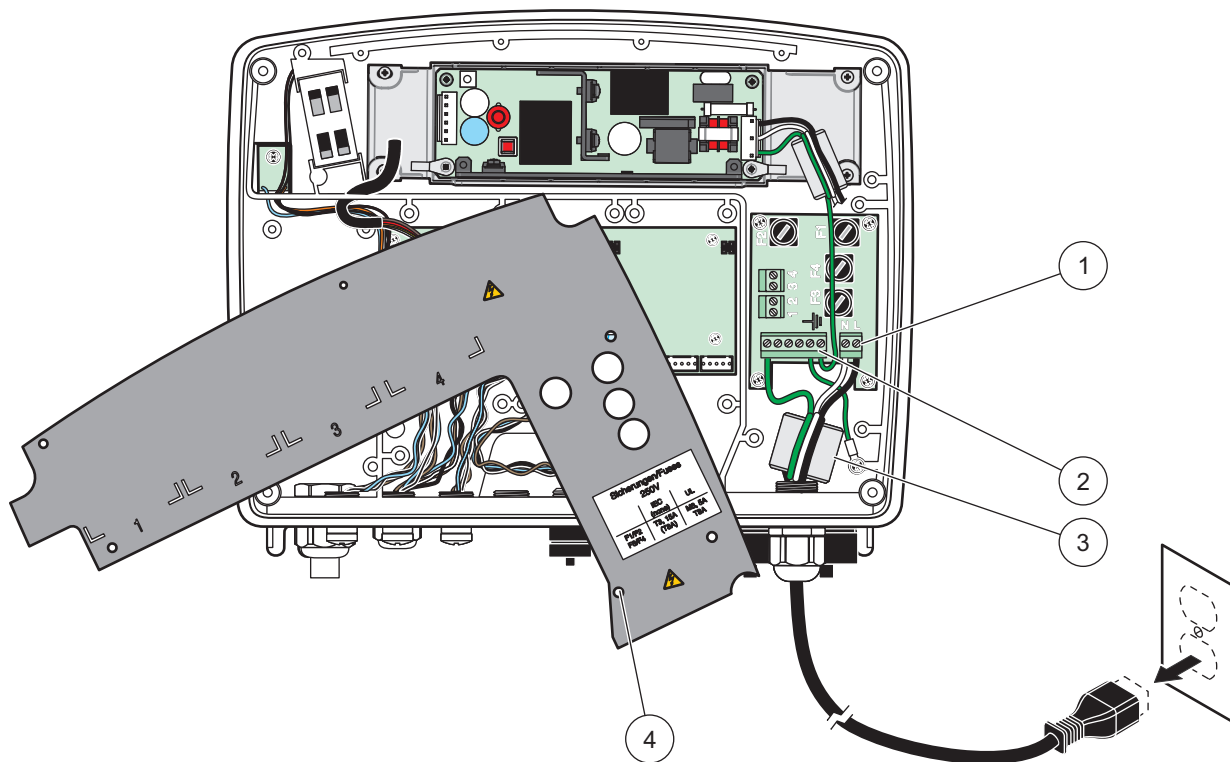
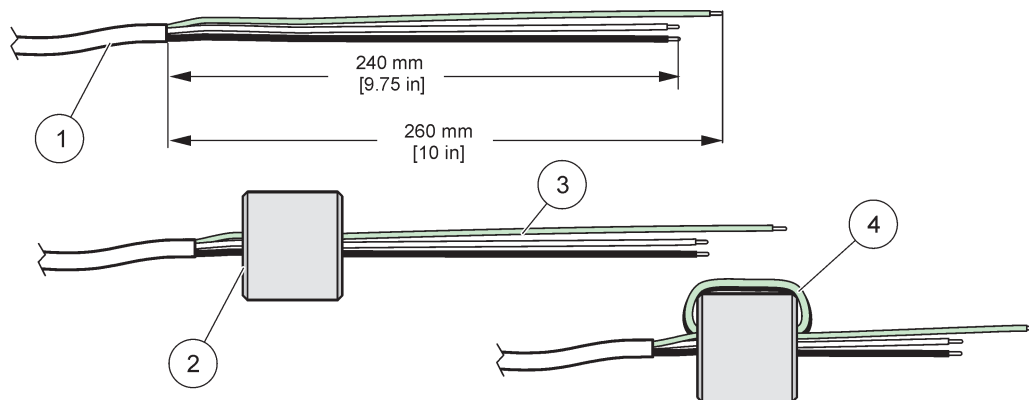

Figura 10 Cableado para la conexión
Figura 12 Preparación adecuada de alambres y cableado del núcleo de ferrita
6. Quite el aislamiento externo del cable 260 mm (10 pulg.) (Figura 12). Acorte todos los alambres excepto el cable a tierra de 20 mm (0.78 pulg.), para que el cable a tierra mida 20 mm (0.78 pulg.) más que el resto de los cables.
7. Alimente el cable de energía quitado a través del núcleo de ferrita dos veces (Figura 12) y cablee dentro de la terminal, como se muestra en la Tabla 1 y Figura 10. Tire suavemente en cada aislamiento para asegurarse de que la conexión esté segura.
7. Alimente el cable de energía quitado a través del núcleo de ferrita dos veces (Figura 12) y cablee dentro de la terminal, como se muestra en la Tabla 2 y Figura 16. Tire suavemente en cada aislamiento para asegurarse de que la conexión esté segura.